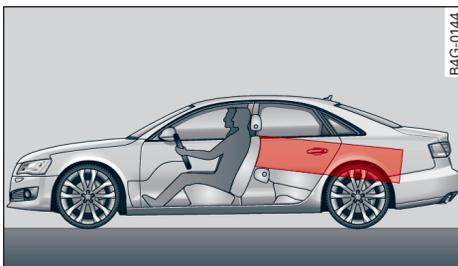

图 85 较重的物件要尽可能放在前面
- ▶ 应将较重的行李件摆放在行李厢内尽量靠前的位置 ⇨ 图 85。